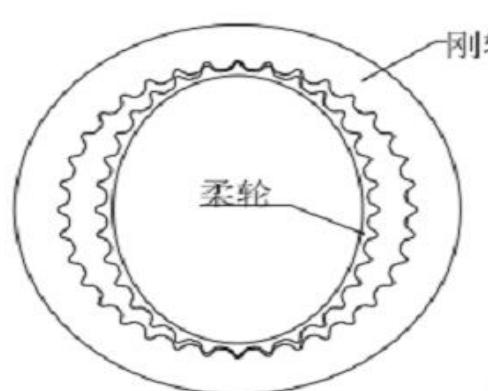

图 1
- ①、根据减速机厂家提供的减速机使用寿命，各轴谐波减速机设计寿命为：15000h。
- ②、谐波减速机属于高精密零件，本身存在极限受力，过大的推拉、不合理的碰撞都会使得减速机内部结构损伤，从而造成减速机精度降低或者异响，严重的会导致减速机柔轮断裂，减速机报废。
- ③、谐波减速机必须在足够清洁的环境下安装，安装过程中不允许有任何异物进入减速器内部，以免在使用的过程中造成减速机的损坏。
- ④、请确认减速机齿面及柔性轴承部分始终保持充分润滑。不建议齿面始终朝上使用，会影响润滑效果。
- ⑤、安装凸轮后，请确认柔轮与刚轮啮合是 180 度对称的（图 1）如偏向一边（图 2）会引起震动并使柔轮很快损坏。
- ⑥安装完成后请先低速（1000 转/分）运行如果异常震动或异常响声，请及停止并与我司联系，以避免因安装不正确造成减速机的损坏。